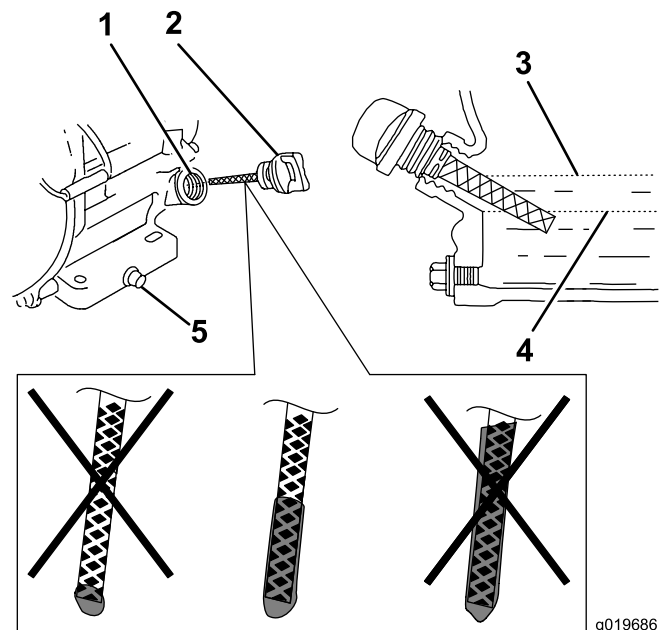

Figura 6
3. Limpie alrededor del tapón de llenado/varilla de aceite (Figura 6).
4. Retire el tapón de llenado/varilla girándolo en sentido antihorario (Figura 6).
Nota: Si el nivel de aceite está en o cerca de la marca inferior de la varilla, añada solamente suficiente aceite del tipo especificado para que llegue a la marca superior (borde inferior del orificio de llenado de aceite); consulte Figura 6.
7. Compruebe el nivel de aceite (Figura 6).
8. Instale el tapón de llenado/varilla y limpie cualquier aceite derramado (Figura 6).